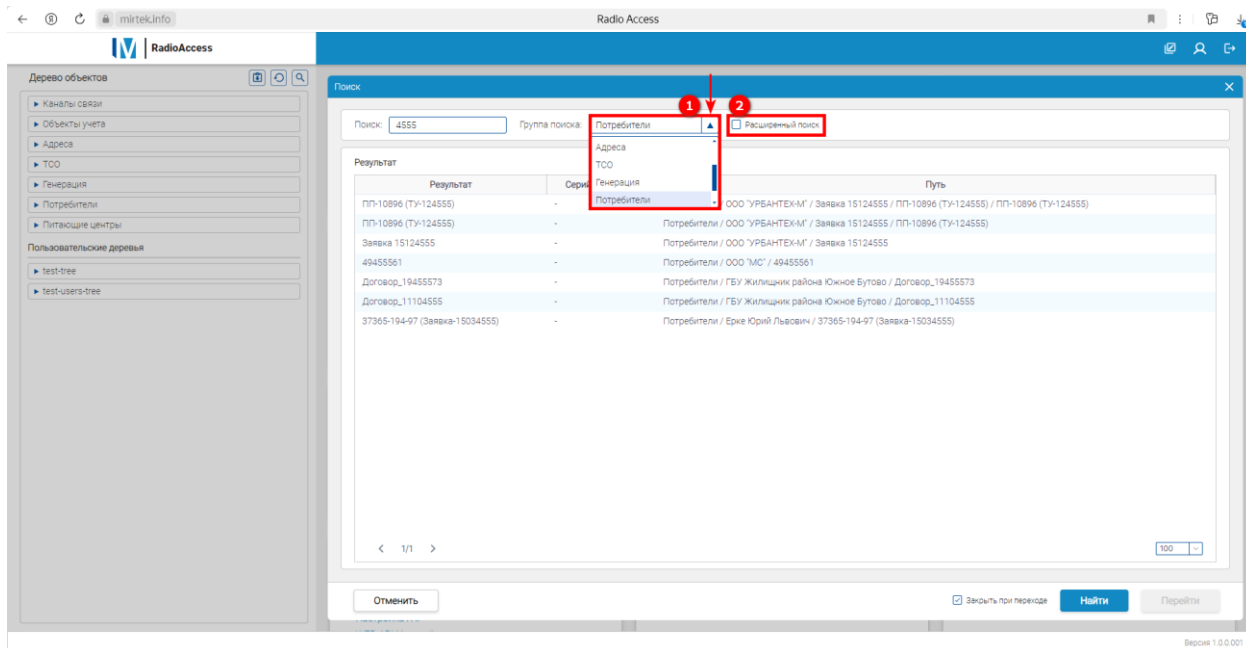

Рисунок 130 – Уточнение поискового запроса
При необходимости можно уточнить поисковый запрос, выбрав из раскрывающегося списка конкретное **Дерево объектов**, в котором будет осуществляться поиск (1) (см. рисунок 130) либо воспользоваться расширенным поиском (2).